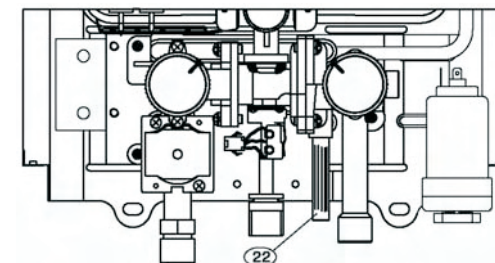

Рис. 13
- Отвинтите сливную пробку (22) (рис. 13).